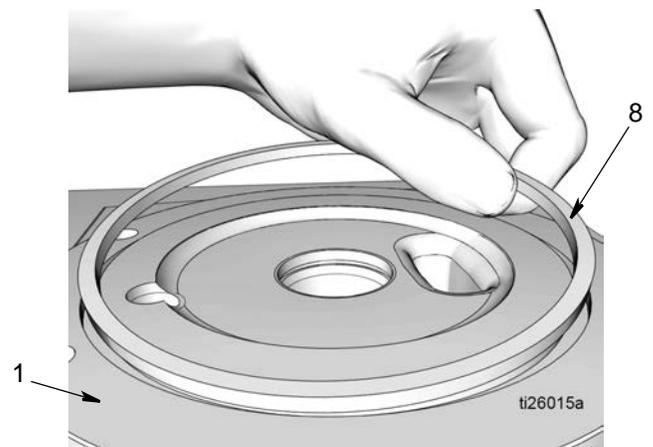

图 27
22. 从泵底座 (1) 上拆下方 O 形圈 (1) (图 27)。根据正确处置的所有相关规定，处置 O 形圈